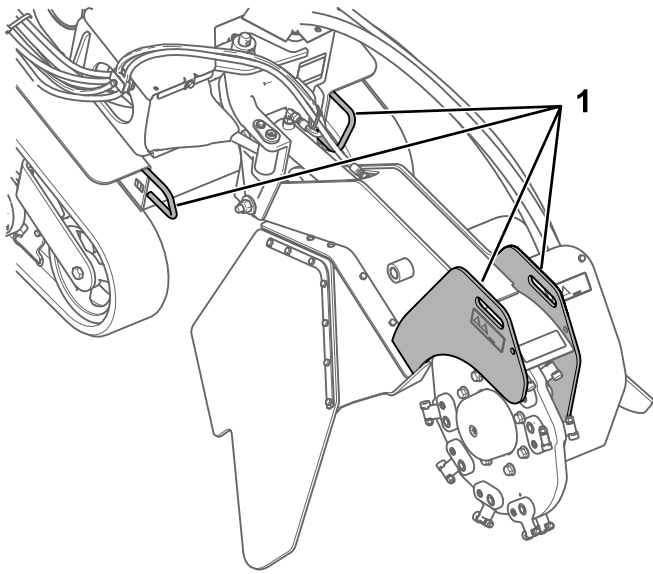
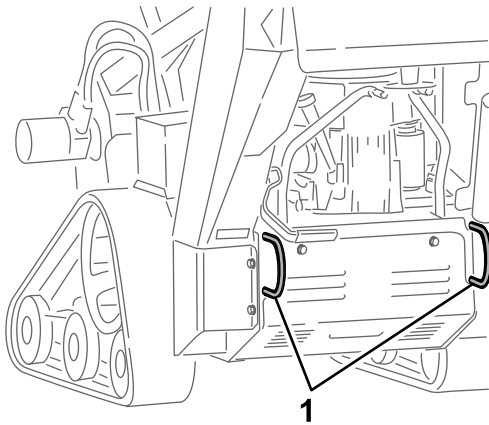

Bild 22
Bild 23
3. Befestigen Sie die Maschine mit Ketten oder Riemen an den Vergurtungsstellen bzw. Hebelaschen vorne und hinten an der Maschine auf einem Anhänger (Bild 22 und Bild 23). Halten Sie die örtlichen Vorschriften für Anhänger und Vergütung ein.
Sie können die Maschine mit den Vergurtungs- und Hebeschlaufen als Hebestellen hochheben (Bild 22 und Bild 23).